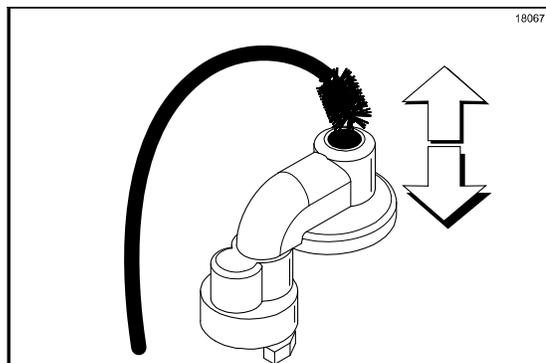

図86
8. インレットバルブの底部から黒いブラシを差し込みます。ブラシを上下に動かし、スチールボール周辺を中心に動かします(図86を参照)。